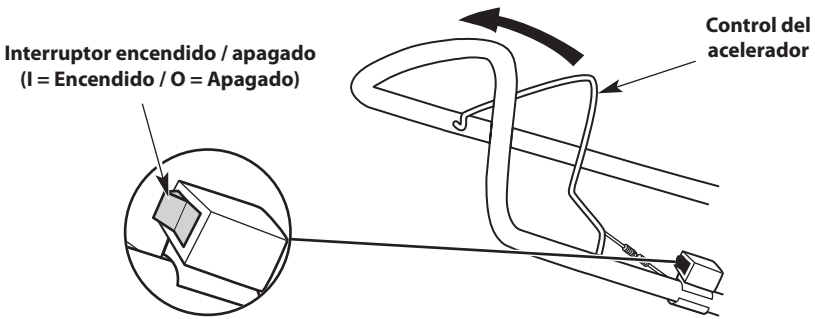

Fig. 5
NOTA: No es necesario encender la unidad. El interruptor de encendido/apagado está en la posición **Encendido (I)** en todo momento (Fig. 5).
2. Oprima y mantenga apretado el interruptor de encendido/apagado en la posición **Apagado (O)** hasta que el motor se pare por completo (Fig. 5).